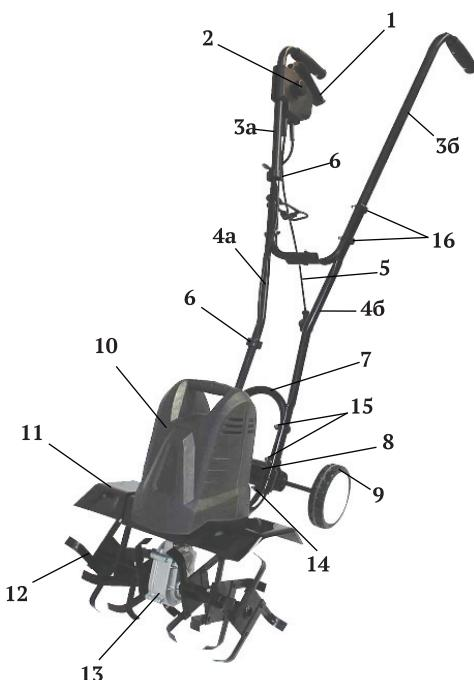

рис. 1
2.4 Общий вид культиватора представлен на рис.1
Двигатель, редуктор (рис.1 поз.13) и корпус культиватора (рис.1 поз.10) закреплены на основании - брызговике (рис.1 поз.11). Корпус культиватора состоит из двух частей, оформленных в верхней части в виде рукоятки. Это позволяет перемещать культиватор в несобранном состоянии. Соединённая с основанием 4-я болтами трубчатая рукоятка (рис.1 поз.7), является несущей конструкцией для крепления верхних частей рукоятки управления и кронштейна с колёсами (рис.1 поз.8).
3.1 При распаковке культиватора соблюдайте осторожность, чтобы не повредить блок управления с рычагом выключателя (рис.1 поз.1) и кнопкой блокировки (рис.1 поз.2).
Совместив крепёжные отверстия кронштейна колёс (рис.1 поз.8) с отверстиями нижней части рукоятки (рис.1 поз.7) скрепить их болтами (рис.1 поз.14).
- совместить крепёжные отверстия на средних рукоятках управления (рис.1 поз.4а и 4б), с отверстиями нижней рукоятки (рис.1 поз.7);
- скрепить рукоятки 4-я болтами (рис.1 поз.15);
- совместить крепёжные отверстия на верхних рукоятках управления (рис.1 поз.3а и 3б), с отверстиями средних рукояток (рис.1 поз.4а и 4б);
- скрепить рукоятки 4-я болтами (рис.1 поз.16);
- установите кронштейн (рис.1 поз.8) с колёсами (рис.1 поз.9) в нижнее положение;
- подключить кабель питания (рис.1 поз.5) к удлинителю;
- нажать кнопку блокировки рычага выключателя (рис.1 поз.2);
Отпустить рычаг выключателя (рис.1 поз.1). Двигатель выключится, кнопка блокировки (рис.1 поз.2) займет исходное положение – заблокировано.
- открутить винты крепления и снять корпус (рис.1 поз.10);